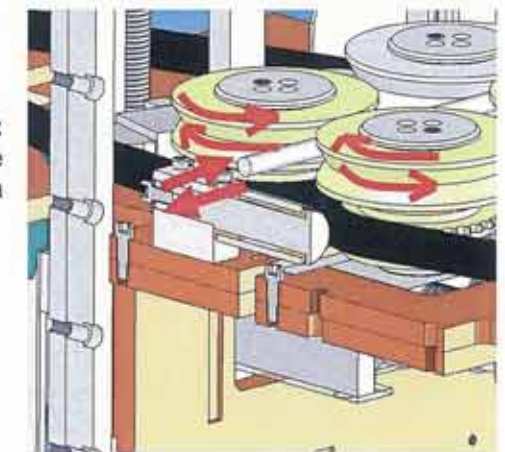

Fig. 4
- **Commande de rotation des galets** : Une fois le fil serré on peut le faire avancer ou reculer en commandant la rotation des galets (Fig. 4).